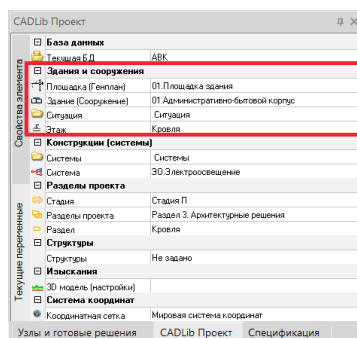

Рис. 8. Текущие переменные иерархии ЗиС по ситуации
- **Building_situation** — иерархия ЗиС. Подраздел иерархии проекта. Устанавливает узлы по ситуации. На рис. 8 в текущих переменных выделены узлы иерархии разделов проекта, с крайнего узла (Кровля) считываются данные согласно формуле;